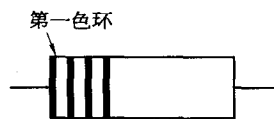

图 1-3 色环电阻标值法
4) 色环电阻标值识别法 较小的碳膜电阻阻值及误差,一般用色环来表示。即在电阻的一端上画有3道或4道色环,如图1-3所示。